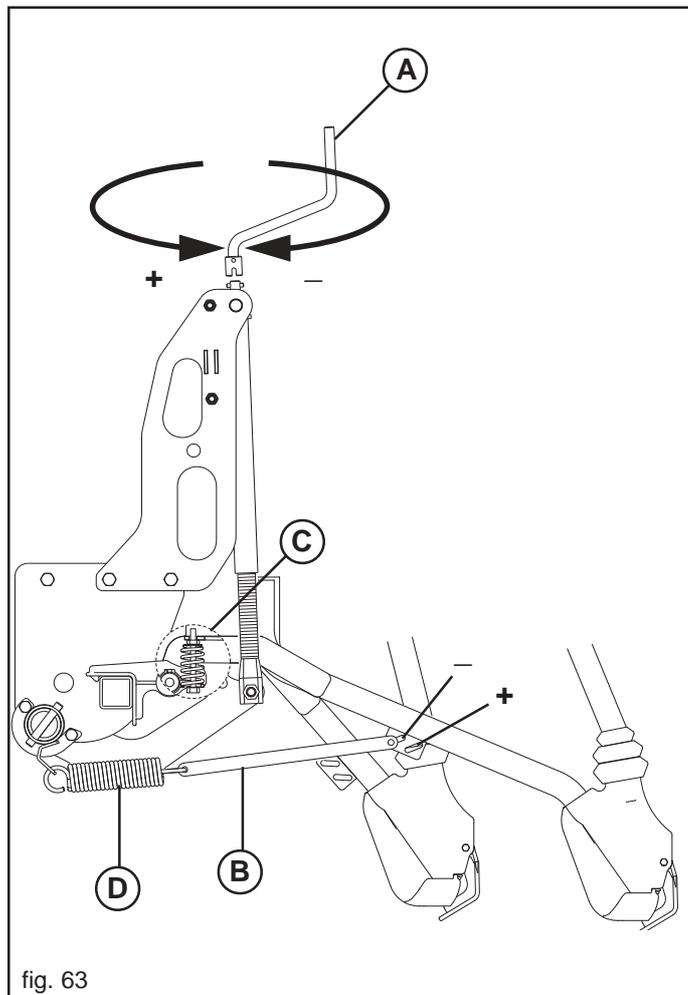
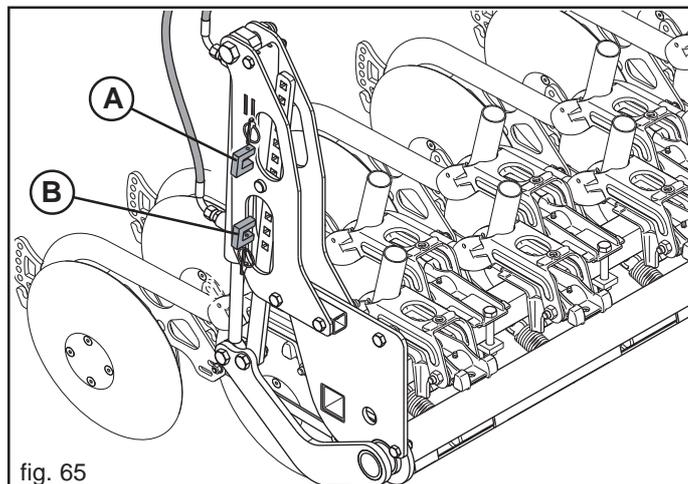

fig. 63
fig. 65
Die Aussaattiefe wird mit einer Kurbel gleichzeitig für alle Scharren eingestellt. Beim Drehen dieser Kurbel (A, Abb. 63) im Uhrzeigersinn üben die Scharren mittels der Zugfedern einen größeren Druck auf den Boden aus und das Saatgut fällt automatisch tiefer in den Boden.
Nur mit Stiefelscharenreißern ist als Zubehör eine Feder (C, Abb. 63) verfügbar, die das Gewicht des einzelnen komplett entlasteten Federelements (D) annulliert. Dadurch wird eine oberflächliche Saatgutsstreuung ermöglicht.
Auf Antrag kann die errichtende Maßeinheit mit hydraulischer Regelung des Drucks der Furche Öffner ausgerüstet werden (Fig. 65). Diese Vorrichtung wird anstatt der manuellen Einstellerschrauben (Fig. 63) gepaßt und angeschlossen durch die speziellen hydraulischen Schläuche an den Traktorverteiler (doppelter Effekt). Die Vorrichtung wird bearbeitet, indem man den Hebel des Traktorverteilers verschiebt.
Die Blöcke (A-B, Abb. 65) begrenzen jeweils des Höchst- und Mindestdruck der Säscharenreißer und dienen als Endanschlag des ölhydraulischen Zylinders.